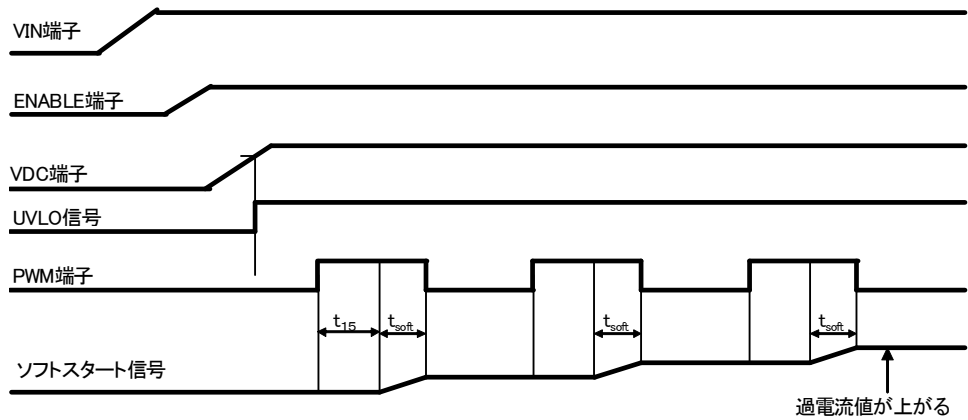

Figure 25. ソフトスタート
- ENABLE 端子 L→H 後レギュレータ (VDC)が動作します。UVLO 解除後内部回路は動作します。UVLO 解除後昇圧する時はソフトスタート機能が動作します(P9, Figure 15.参照)。ソフトスタート回路は Figure 25.のように t_{15} (15 μ s 以上) が必要です。ソフトスタートは t_{soft} 時間動作します。ソフトスタート終了までは PWM 端子の H 幅を 15 μ s 以上にしてください。